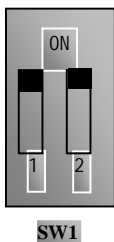

图 4-4
- (5) 对于 QC2000 系列 15kW 及其以下功率变频器控制端子排附近有一个两位红色拨码开关 SW1，如图 4-4 所示。拨码开关的作用是选择模拟量输入端子 AI2 的电压信号 (0~5V/0~10V) 或电流信号，出厂值默认为电流通道。使用时通过 F203 选择模拟量输入通道。按图示把开关 1 拨到 ON 位置，2 拨到 ON 位置，选择 0~20mA 电流调速。其他拨码开关的位置与调速方式详见下表 4-2。